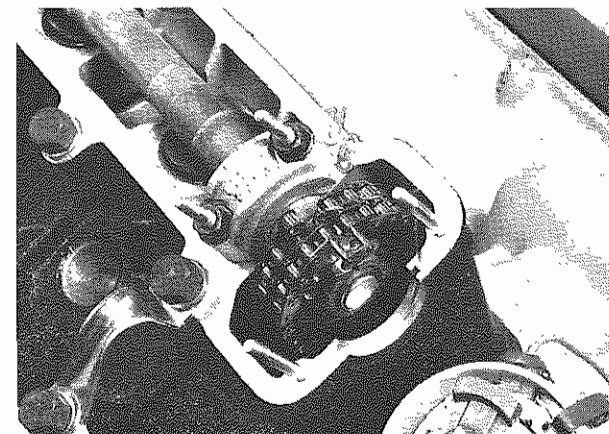

Fig. 6 - Smontaggio molletta di fermo
- Aprire la maglia di giunzione togliendo con le pinze la molletta di fermo (**Fig. 6**), sfilare la maglia e le piastrine.
- Using pillers remove retaining springs (**Fig. 6**), open junction link, take out link and plates.